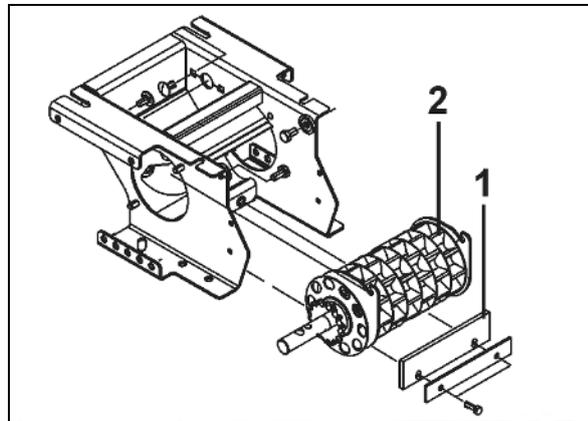

Fig. 127
- Une bavette de dosage défectueuse ou mal réglée (Fig. 127 / 1) provoque des erreurs de dosage.
Réglez la bavette de dosage pour qu'elle s'appuie légèrement sur le tambour de dosage (Fig. 127 / 2).